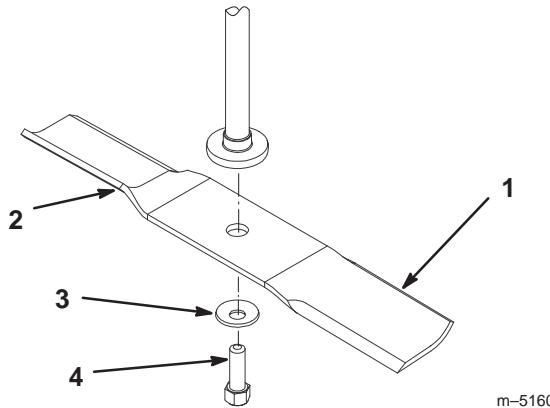
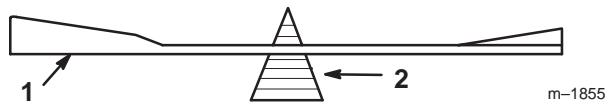

Figure 36
Figure 38
Tenez la lame à son extrémité avec un chiffon ou un gant épais. Enlevez de l'axe, le boulon de lame, la rondelle bombée et la lame (Fig. 36).
2. Vérifiez l'équilibre de la lame en la plaçant sur un équilibrage (Fig. 38). Si la lame reste horizontale, elle est équilibrée et peut être utilisée. Si la lame est déséquilibrée, limez un peu l'extrémité de la partie incurvée seulement (Fig. 36). Répétez la procédure jusqu'à ce que la lame soit équilibrée.
- 1. Placez la lame sur l'axe (Fig. 36).
- 2. Montez la rondelle bombée (face concave vers la lame) et le boulon de lame (Fig. 36). Serrez le boulon de lame à 47–88 Nm.